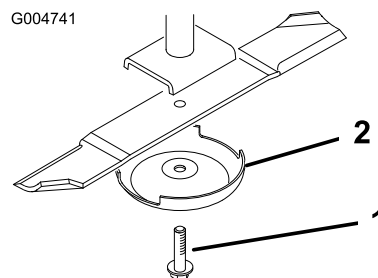

Figura 144
4. Segure a extremidade da lâmina utilizando um trapo ou uma luva grossa e retire o parafuso da lâmina, recipiente antidanos e a lâmina do veio do eixo (Figura 144).